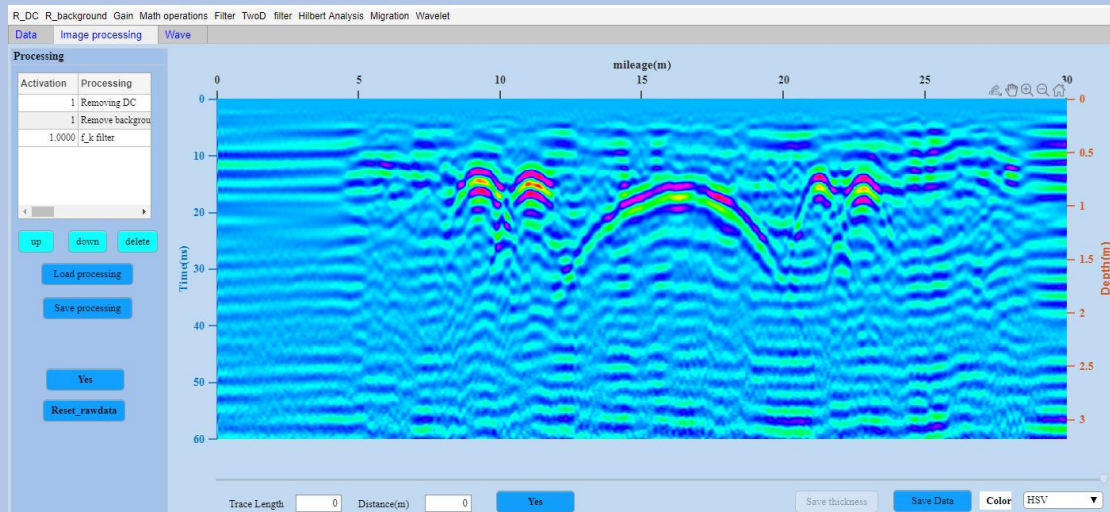

图 9-6 Case1 的处理结果
(5) 点击 Yes，完成数据处理，调整颜色获得如图 9-6 的处理结果